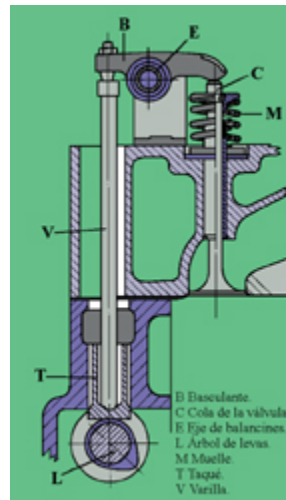

Fig. 21
- **Árbol de levas en el bloque (sistema OHV) (fig. 21)**